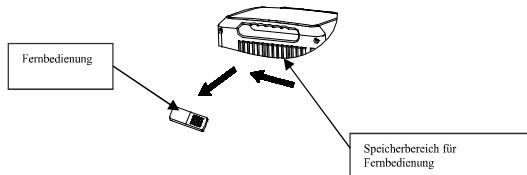

Abb. 18
(1). Nehmen Sie die Fernbedienung in der durch den Pfeil angegebenen Richtung aus dem Aufbewahrungsbereich der Fernbedienung. (wie in Abbildung 18 gezeigt)